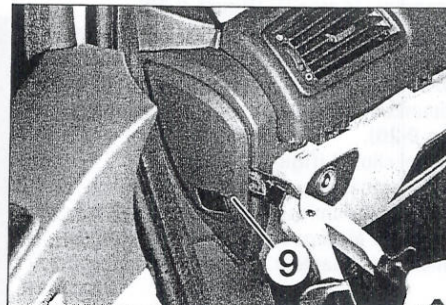

FIGURA 9-27
- Desengrapar la tapa lateral de salpicadero (9) (figura 9-27).